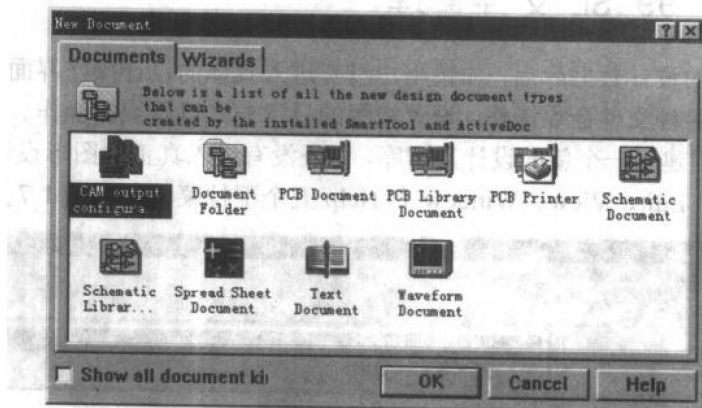

图 1-9 “新文件”对话框
(1) New 新建一个空白文件，文件的类型可以是原理图 Sch 文件、印制电路板 PCB 文件、原理图元件库编辑文件 Schlib、印制电路元件库编辑文件 PCBlib、文本文件以及其他的文件等。选取此菜单项，将会显示“新文件”对话框，如图 1-9 所示，用户可以选择所需建立的文件类型，然后单击 OK 按钮即可。
Protel 99 SE 里提供了丰富的编辑器资源，如图 1-9 的图标所示。各图标所代表的文件类型见表 1-1。